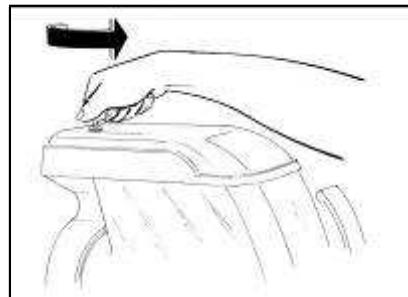

Abb. 23
- Nachdem der Anschlag mithilfe des zugehörigen Schlüssels (Abb. 23) entfernt wurde, zunächst den Sicherheitsdeckel und dann den darunter liegenden Deckel abnehmen, wie in Abb. 24 dargestellt.